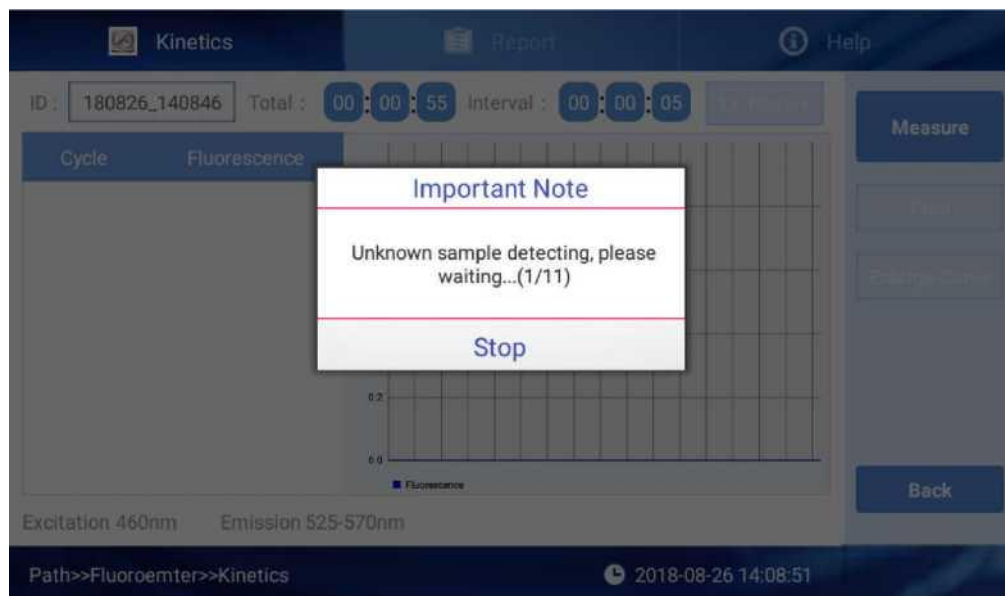

Рис. 4.31 Окно динамического измерения
(1) Описание окна
① ID : 180826_140800 : Задайте ID испытания, которое по умолчанию является текущим временем.
② Total : 00:00:10 : Задайте общую продолжительность, где «00:00:00» соответствует «Часам:минутам:секундам».
③ Interval : 00:00:05 : Задайте интервал между двумя испытаниями, где «00:00:00» соответствует «Часам:минутам:секундам».
④ Measure : Нажмите на эту кнопку, чтобы запустить измерение и перейти в окно в соответствии с рис. 4.31. Чтобы остановить текущее измерение, нажмите на кнопку «Stop».